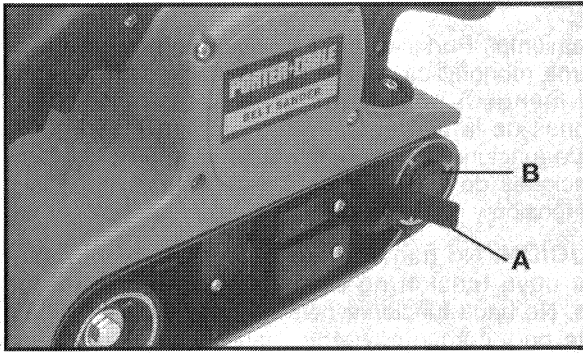

Fig. 1
2. Apoye la lijadora sobre su lado izquierdo, Fig. 1.
3. Tire de la palanca (A) hacia afuera y hacia la parte delantera de la máquina, tal como se muestra en la ilustración. Esto retrae la polea tensora (B) y reduce la tensión en la correa abrasiva.